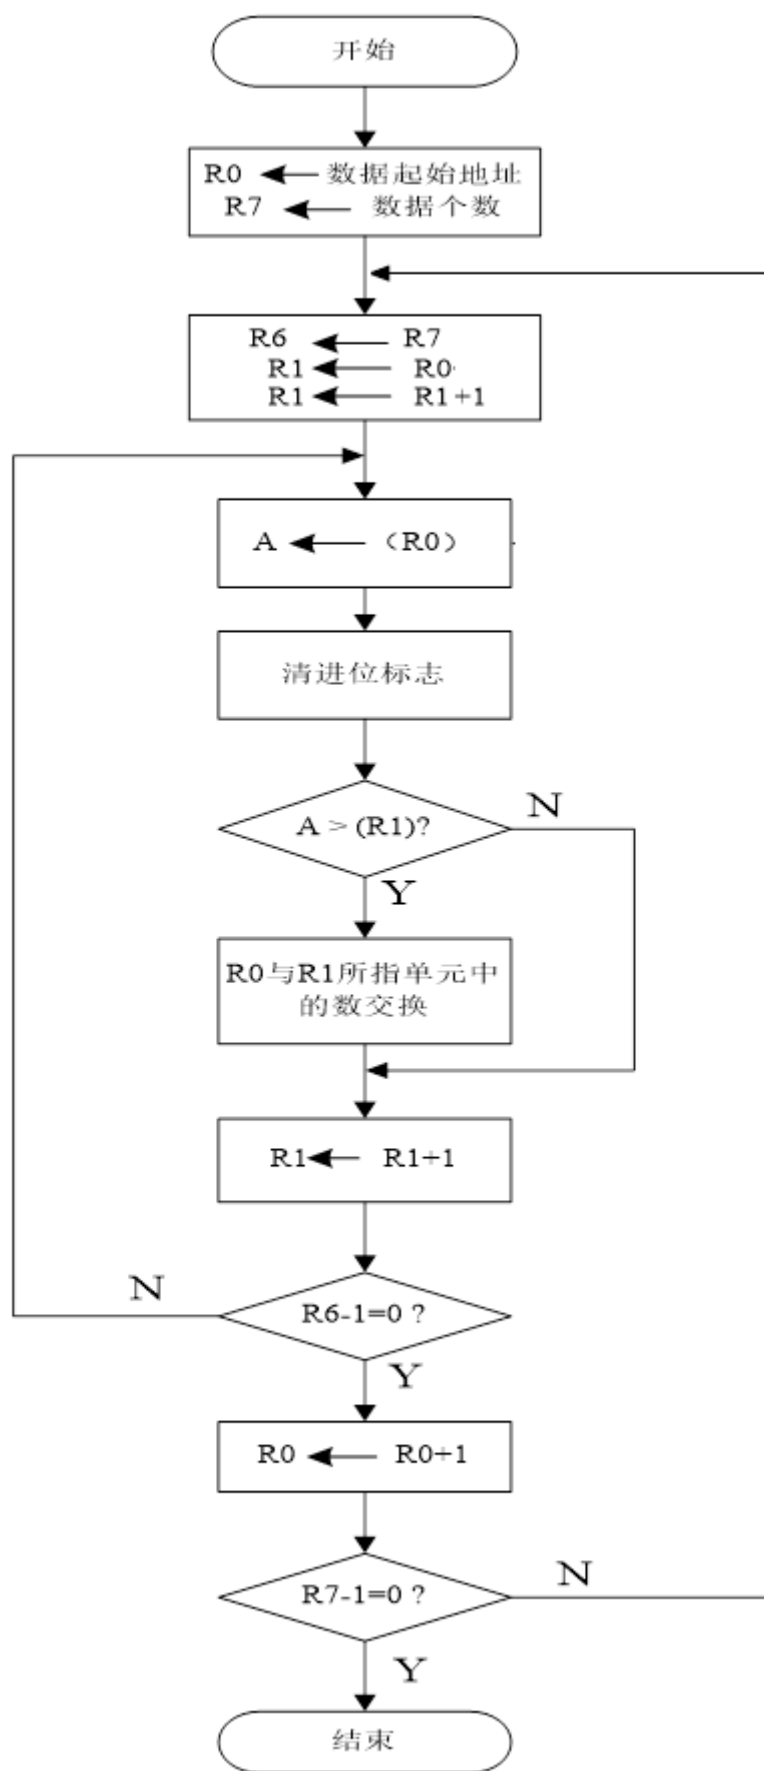

图2-2-1 实验程序流程图
- (1) 编写实验程序，编译、链接无误后联机调试；（程序流程图可参考图2-2-1）
- (2) 为30H~39H 赋初值，如：在命令行中键入E CHAR D:30H=9, 11H, 5, 31H, 20H, 16H, 1, 1AH, 3FH, 8 后回车，可将这10 个数写入30H~39H 中；
- (3) 将光标移到语句行SJMP \$处，点击命令，将程序运行到该行；
- (4) 查看存储器窗口中30H~39H 中的内容，验证程序功能；
- (5) 重新为30H~39H 单元赋值，反复运行实验程序，验证程序的正确性。